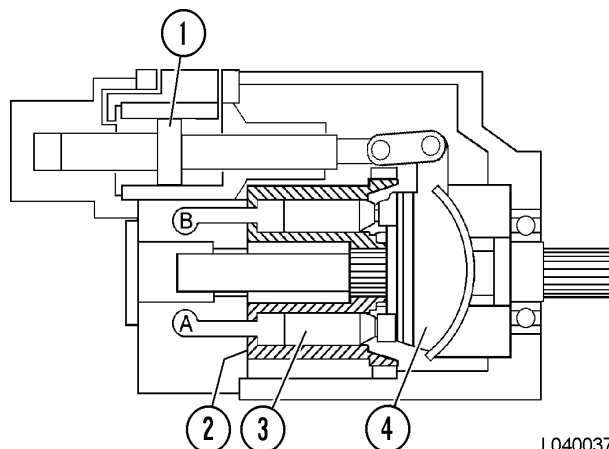

FIGURA 4-14. BOMBA EN POSICIÓN NEUTRAL
La posición neutral (Figura 4-14) se produce cuando el pistón de control (1) centra el bloque oscilante (4). El ángulo del bloque oscilante ahora es cero y su superficie está paralela a la superficie del cilindro, por lo tanto, no existe movimiento de los pistones (3) hacia dentro o hacia fuera, ya que las guías del pistón giran alrededor de la superficie del bloque oscilante. La falta de movimiento hacia fuera y hacia dentro provoca que no haya fluido que se desplace desde los orificios del pistón hasta las medialunas en la placa de la válvula y, por consiguiente, no haya suministro desde los puertos de la bomba.